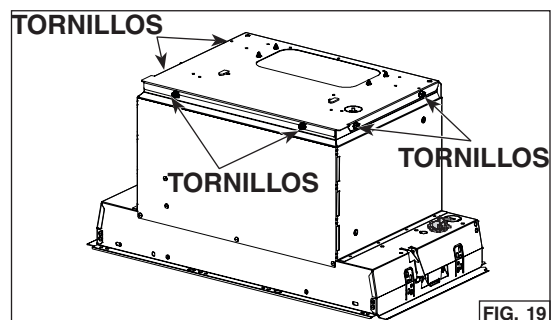

FIG. 19
6. Quite los 6 tornillos (2 en la parte delantera y 2 por lado) manteniendo esta placa a la parte superior del aparato (FIG. 19). Levante cuidadosamente el ventilador y la placa de soporte y póngalos a un lado. El ventilador luego se reinstalará en el aparato.